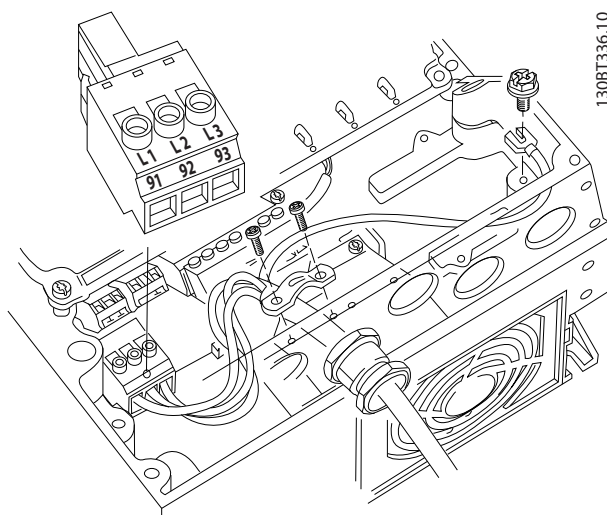

Bild 2.16 Anslutning till nätet (växelström)
- Anslut 3-fas växelströmkablar till plint L1, L2 och L3 (se Bild 2.16).